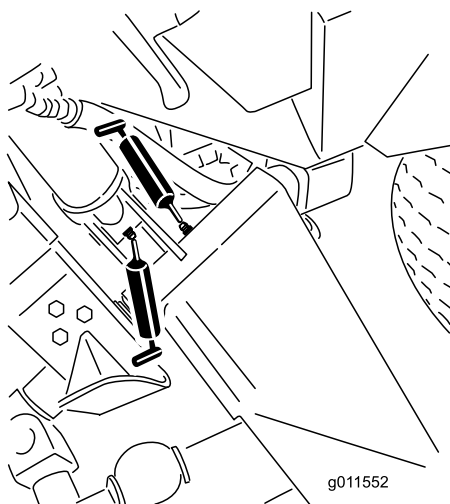
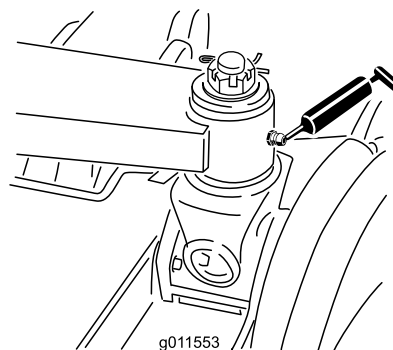

Figura 49
Figura 50
- 6 casquillos de brazos de elevación principales (Figura 49 y Figura 50)